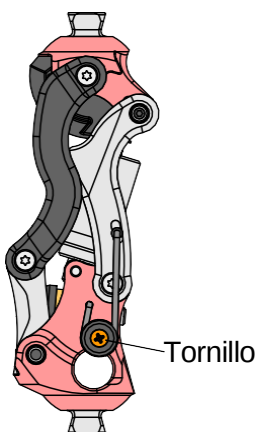

Fig. 12
1. Utiliza un destornillador Phillips para aflojar el tornillo que se muestra en la Fig. 12.